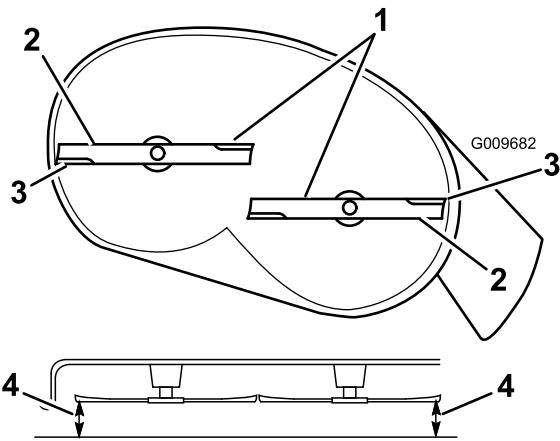
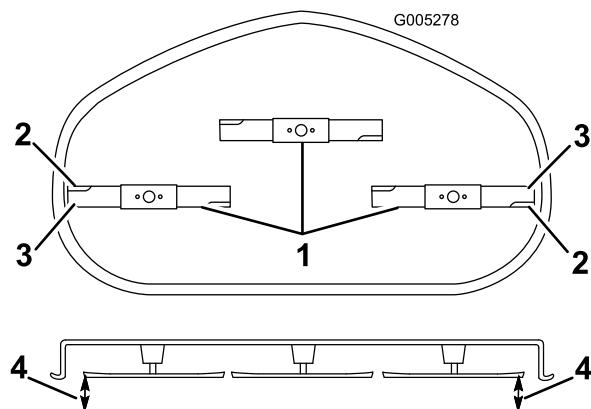

Figura 62
Figura 63
5. Misurate la distanza tra i taglienti esterni e la superficie piatta (Figura 62 e Figura 63).